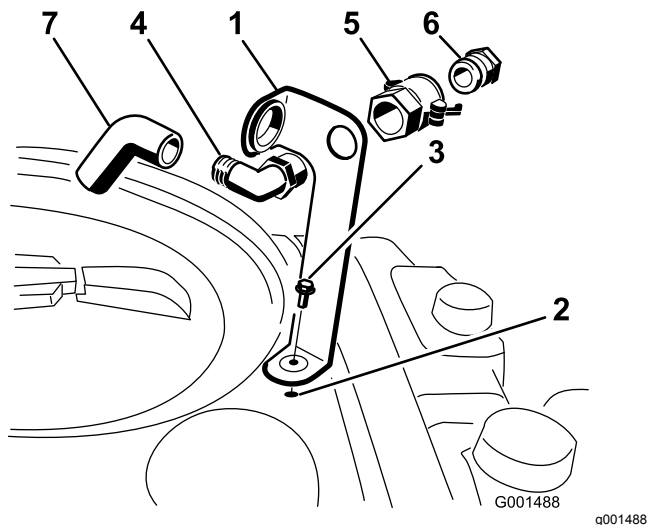

図3
1. 図3のように、タンクに開けてあるねじ穴に合わせて補給口ブラケットをセットし、フランジヘッドボルト5/16 x ¾"で固定する。
2. 90度エルボのねじ切りしている側をブラケットに通し、クイックカップラでブラケットに固定する図3。
3. クイックカップラにホースアダプタを取り付ける図3。
4. カップラについているレバーをアダプタ側に倒してロックし、ヘアピンコッターで固定する図3。
5. 逆流防止ホースを、ブラケットの大きな開口部に通してから、90度エルボに取り付ける図3。